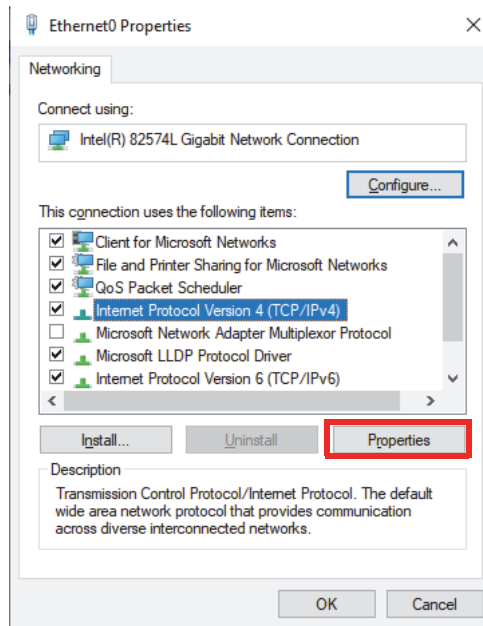

Figure 7-1 Boîte de dialogue des propriétés Ethernet
- b) Double-cliquez sur **TCP/IPv4** (Figure 7-1 à la page 74).
- e) Pour des performances optimales, et pour éviter toute perte de données, dans **Properties** (Propriétés) de la même carte réseau, cliquez sur **Configuration** (Figure 7-1 à la page 74), puis passez à l'onglet **Advanced** (Avancé).